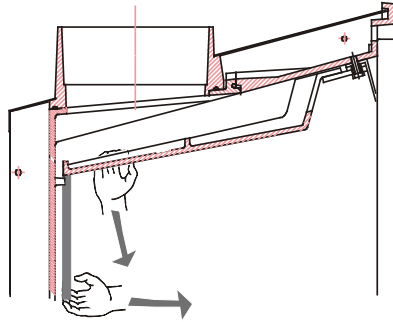

Fig. 28
- Tirar pela parte traseira do mesmo até abaixo (Fig. 28).